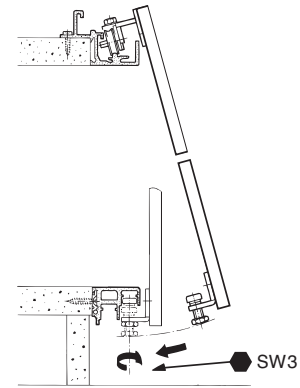

図 3-7-1
⑦内側の扉をキャビネットに取り付けます。
- (1) ローラー① (上側・内側扉用) から先にレールに置いてください (図3-7-1)。
(2) ガイドローラー③ (下側・内側扉用) のローラーがレールの溝の中に完全に納まるよう、ガイドローラー③のボルトを回して調節してください。